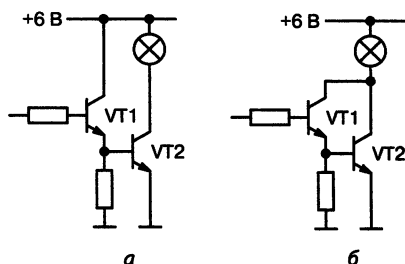

Рис. 5.19. Где лампа будет гореть ярче?
**РАДИОЛЮБИТЕЛЬ:** Требуется электронным ключом зажигать лампу. Из двух вариантов (рис. 5.19) я решил остановиться на втором: лампа должна гореть ярче за счет добавочного использования еще и тока  $VT1$ . Я прав?